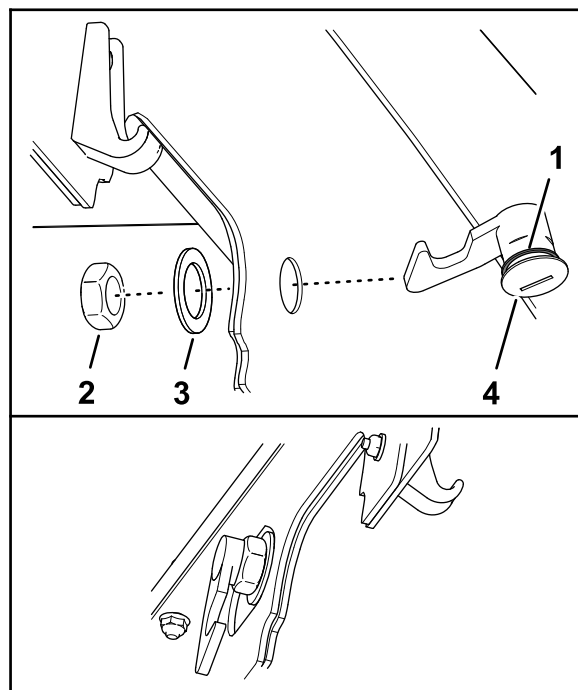

Figure 34
3. Veillez à bien installer le joint sur le verrou du capot (Figure 34).